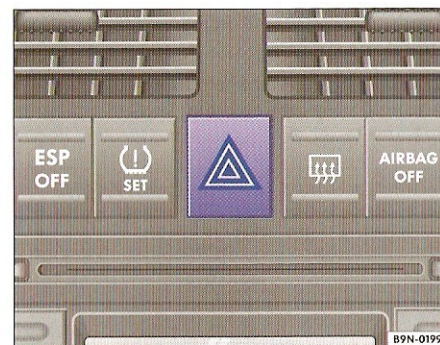

Fig. 28 Tabloul de instrumente: Întrerupător pentru instalația de semnalizare avarie.
2. Apăsați tasta ⇒ fig. 28 ⚠, pentru activarea semnalizării de avarie ⇒ ⚠.